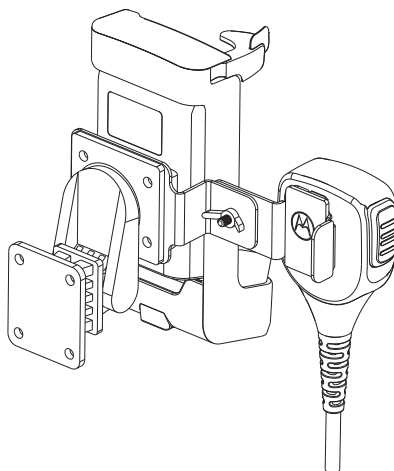

Figura 3. Fixar o RSM no suporte de RSM
8. O suporte de RSM permite que o utilizador fixe o RSM como indicado na Figura 3.